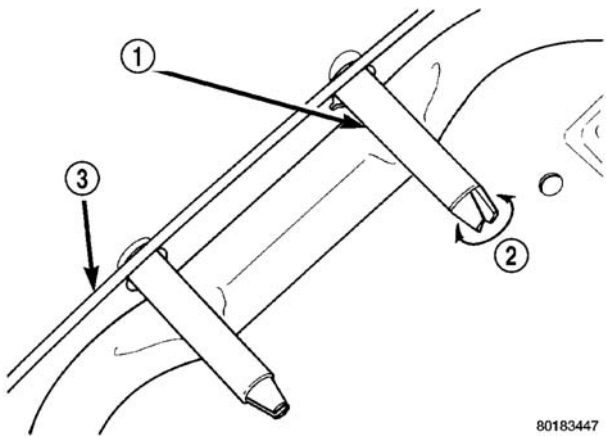

图 10 头枕滑套固定器
- (3) 经由座椅靠背底部开口，伸到装饰盖下面。
- (4) 将头枕滑套尾端的固定倒钩捏在一起（图 10）。